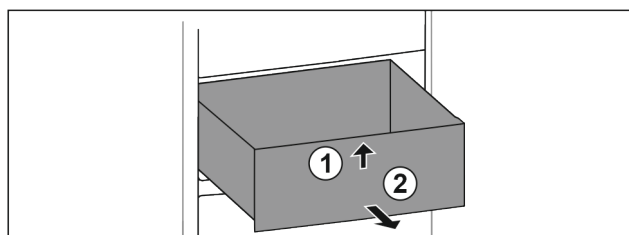

Fig. 102
- Nadzvedněte zásuvku vpředu. Fig. 102 (1)
- Vyměte zásuvku dopředu. Fig. 102 (2)